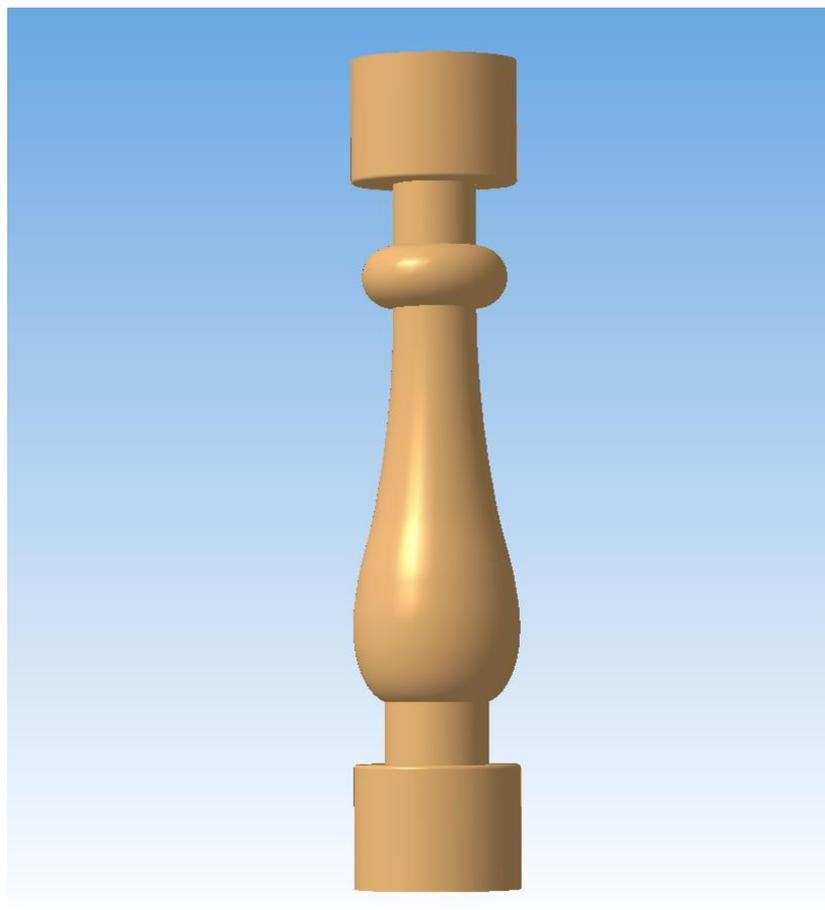
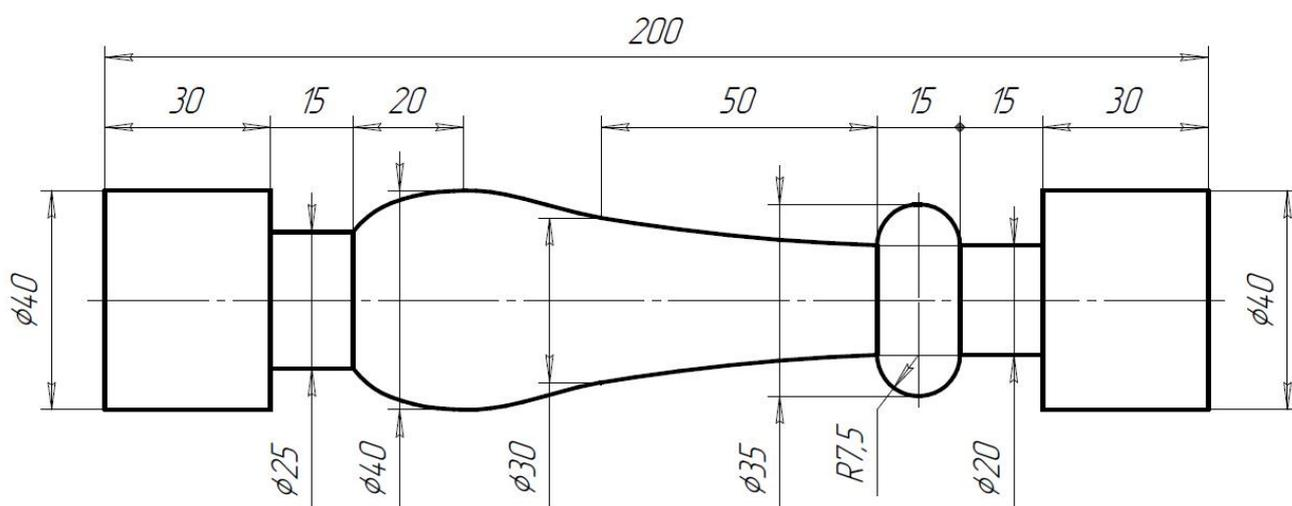

Рис. 1
Рис. 2
1. С помощью образца (Рис. 1) и чертежа (Рис. 2) изготовьте на токарном станке изделие «Балясина».